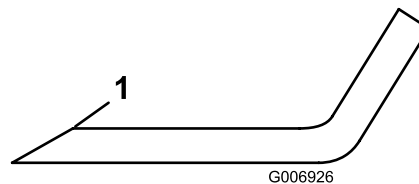

Figure 64
3. Examinez les tranchants de toutes les lames. Affûtez-les s'ils sont émoussés ou ébréchés. N'affûtez que le haut du tranchant et conservez l'angle de coupe d'origine pour obtenir une coupe nette (Figure 64). Limez la même quantité de métal sur chacun des deux tranchants pour ne pas déséquilibrer la lame.